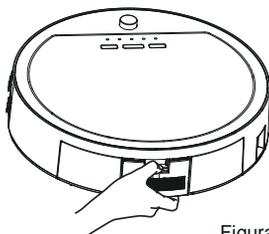

Figura 1
1. Segure a parte traseira do **robo** e pressione o botão de liberação da lixeira (Figura 1).
01. Deslize as 2 travas laterais da lixeira, abra a tampa lateral e retire a sujeira (Figura 1);